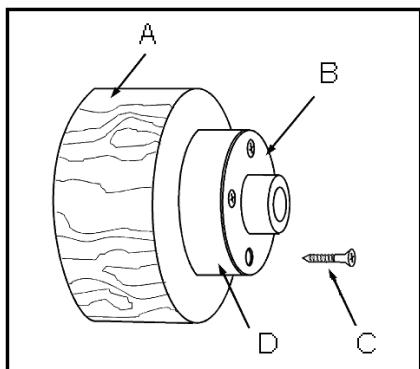

Рис. 14
Установите заготовку (A, Рис. 14) непосредственно на планшайбу, прикрутив ее 4 шурупами (C) с обратной стороны. Шурупы должны быть достаточно короткими, чтобы не препятствовать процессу резания, но их длина должна позволять надежно удерживать заготовку на планшайбе.